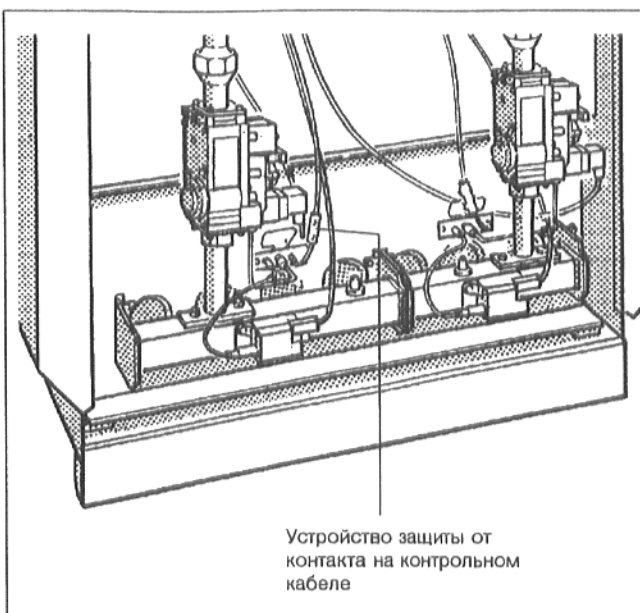

Рис. 31: Контрольный кабель
- Снять устройство защиты от контакта с контрольного кабеля (Рис. 31) и отсоединить штекер.